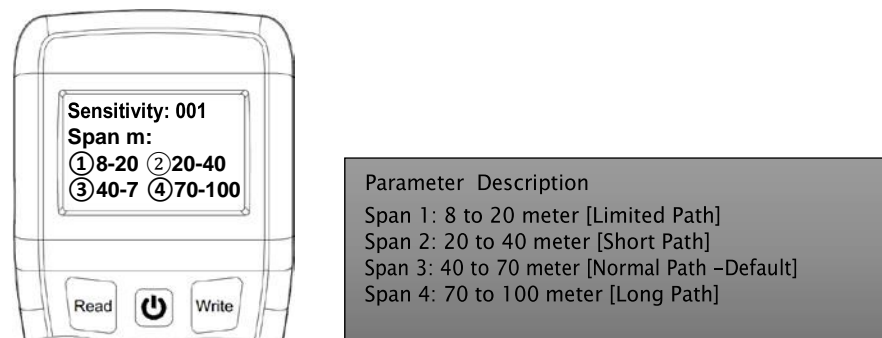

Figura 12
2. Encienda el programador y pulse la tecla "3" para visualizar "Sensitivity and Span (m)". A continuación, introduzca y pulse la tecla "0 /Page" para resaltar el ajuste de Span anterior. A continuación, pulse el valor de 1, 2, 3, o correspondiente al valor de span y, a continuación, pulse la tecla "Write". (Figura 12)